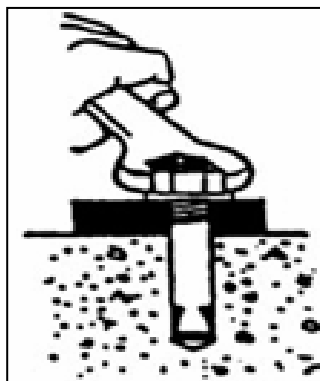

Figure 20
- Vissez les capuchons des boulons d'ancrage (figure 20).